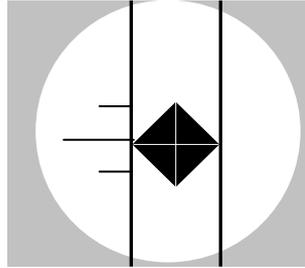

Abbildung 5-11 Bewegung der rechten dünnen Linie zur rechten Spitze
5. Drehen Sie die Mikrometerschraube bis die rechte dünne Linie sich nach rechts Richtung der gegenüberliegenden Spitze des Eindrucks bewegt, wie Abbildung 5-11 verdeutlicht.